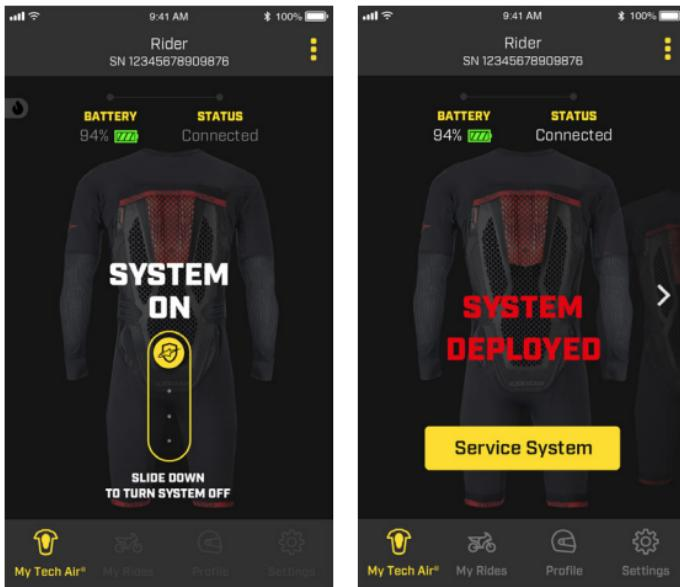

Abbildung 16
Während der Fahrt ist der "System On"-Modus aktiv und der Fahrer kann nicht, aus Sicherheitsgründen, auf die meisten Funktionen der App zugreifen. Falls der Fahrer das System deaktivieren möchte, z. B. für eine Fahrt im schweren Gelände, kann das System mit dem Schiebesymbol in der App ausgeschaltet werden (wie in Abbildung 16 dargestellt). Zur Reaktivierung öffnen und schließen Sie den Aktivierungsgürtel (4).
Im Falle einer Aktivierung zeigt die App den entsprechenden Status mit dem Schriftzug "SYSTEM DEPLOYED" an, wie in Abbildung 16 dargestellt.